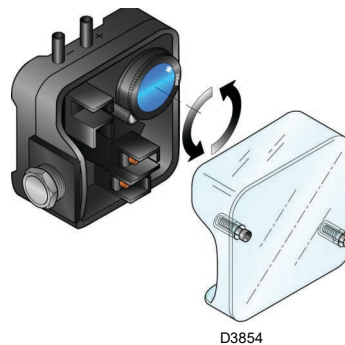

Fig. 36
- Régler le pressostat d'air (Fig. 36, page 34) en début d'échelle.
Effectuer le réglage du pressostat air après avoir effectué tous les autres réglages du brûleur avec le pressostat air réglé en début d'échelle (Fig. 36).